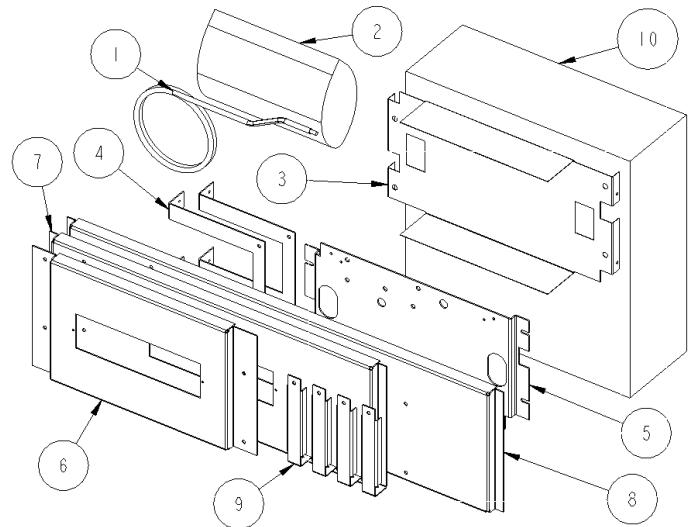
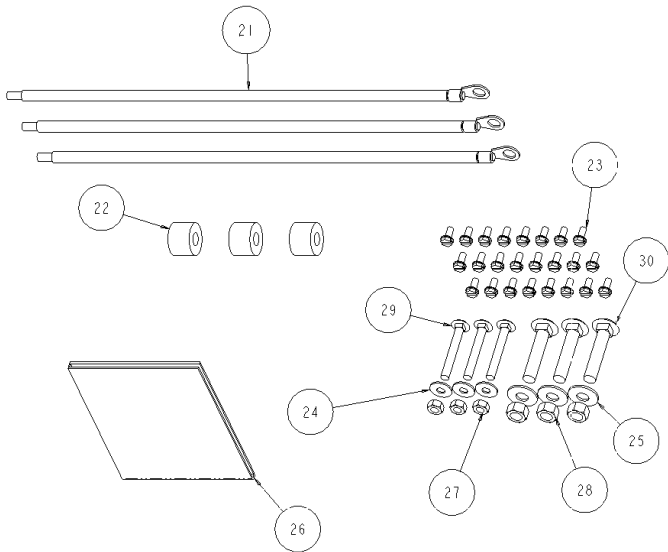

Figure 1. Typical TVSS kit contents.
Figure 2. Quincaillerie incluse dans [2].
1. **Vérifier le contenu du kit.** La Figure 1 illustre le contenu du kit, avec les pièces listées à la Table 2. La Figure 2 illustre la quincaillerie incluse dans le kit ([2] dans la Table 2), avec les pièces listées à la Table 3.